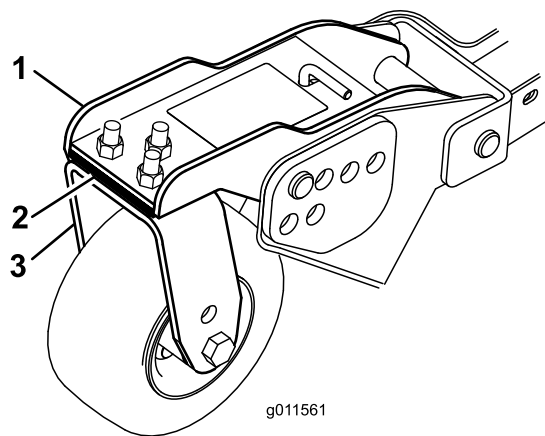

Figura 103
1. Retire los tornillos de caperuza y las tuercas que fijan el brazo de las ruedas giratorias a la horquilla de la rueda (Figura 103).